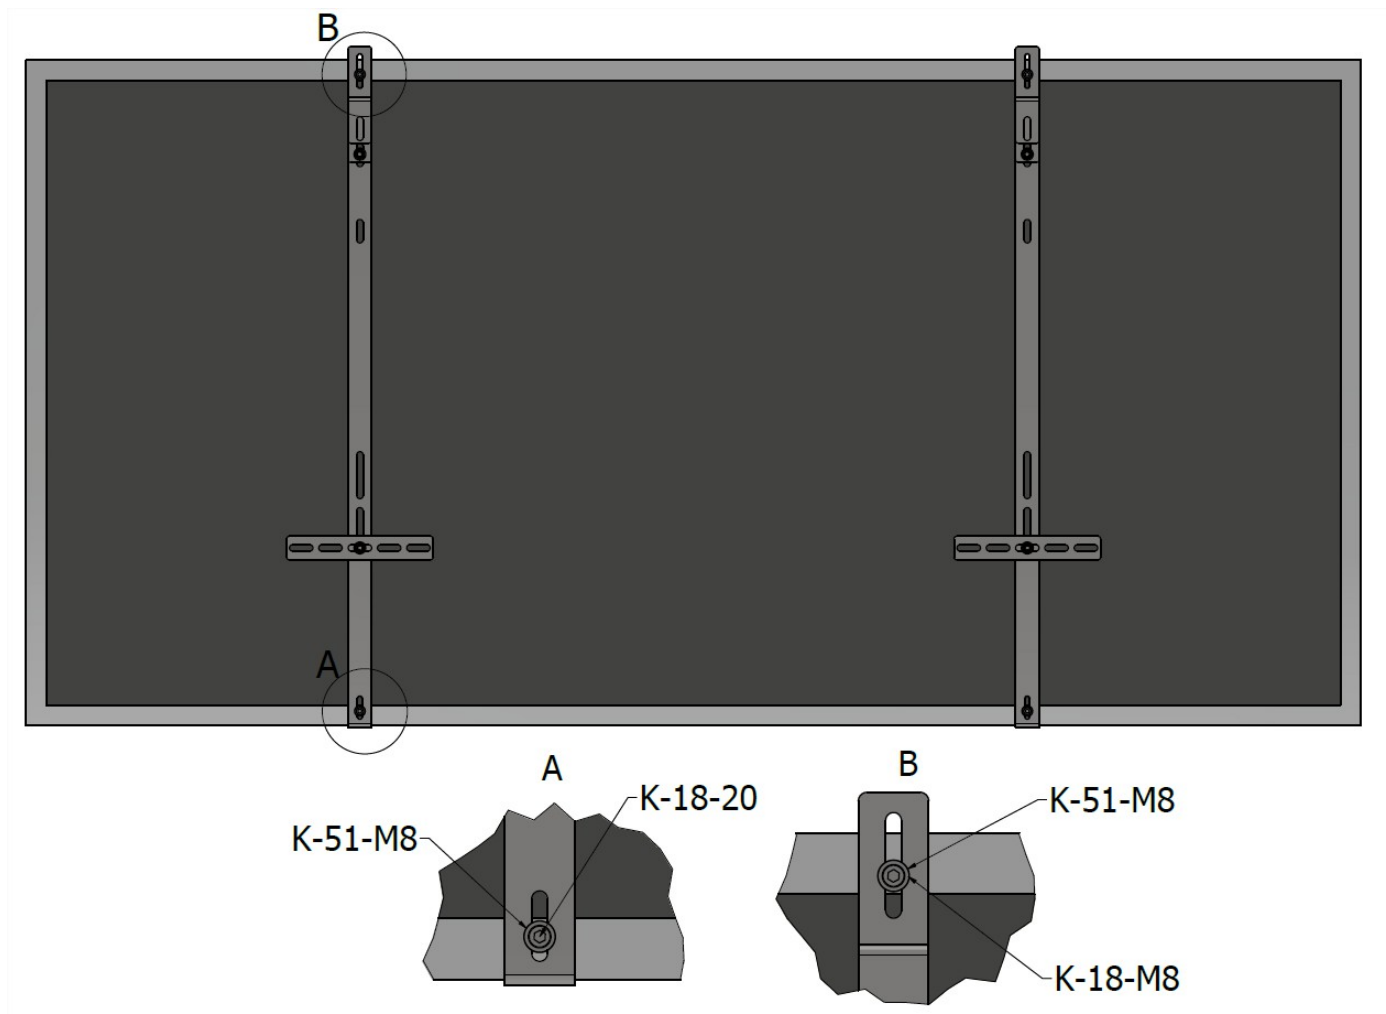
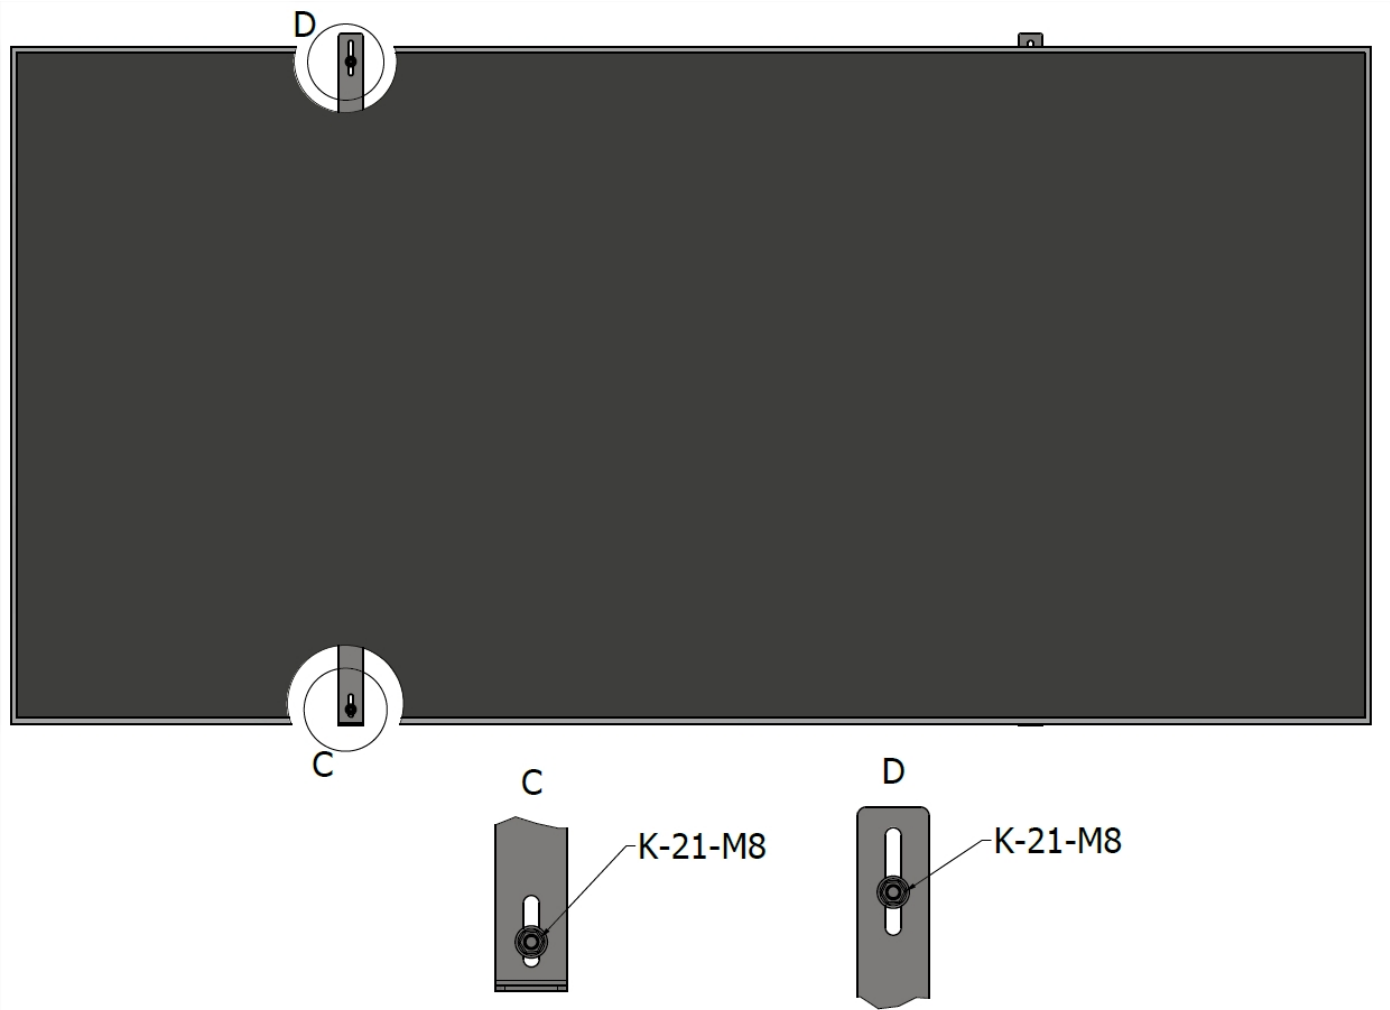

Abb. 5 Einbau des Moduls (Ansicht I)
Abb. 6 Einbau des Moduls (Ansicht II)
4. Im nächsten Schritt wird das Modul gemäß den Punkten 1 und 2. Verwenden Sie dazu vier Inbusschrauben K-18-20, vier Unterlegscheiben K-51-M8 und vier Muttern K-21-M8 (Abb. 5, Abb. 6).